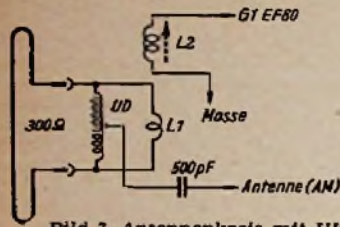

Bild 7. Antennenkreis mit UKW-Drossel zur Mitverwendung des Dipols als AM-Antenne. UD = 2x22 Windungen auf 10-kΩ-Widerstand
trische Weiche (Bild 7) anzubringen. Diese besteht aus der UKW-Drossel (UD) mit Mittelanzapfung, die mit der AM-Antennenbuchse verbunden wird.